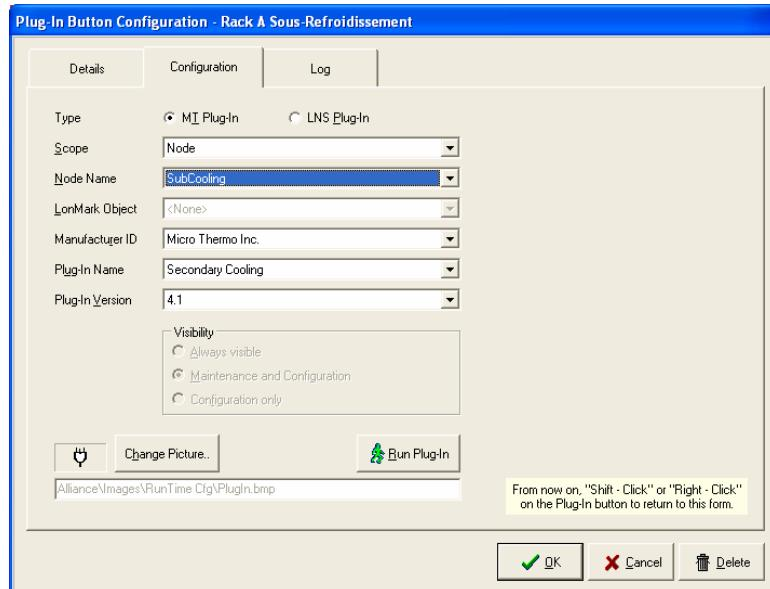

Figure 9 – Configuration du logiciel
- 2- La boîte de dialogue **Plug-In Button Configuration** (Figure 9) s'ouvre.